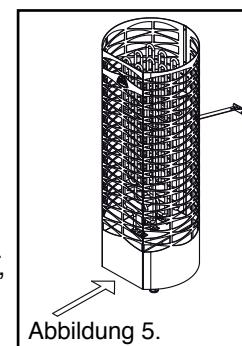

Abbildung 5.
- Der Steuerspannungsschalter des Saunaofens befindet sich an der Vorderseite untenen. (Abb. 5)